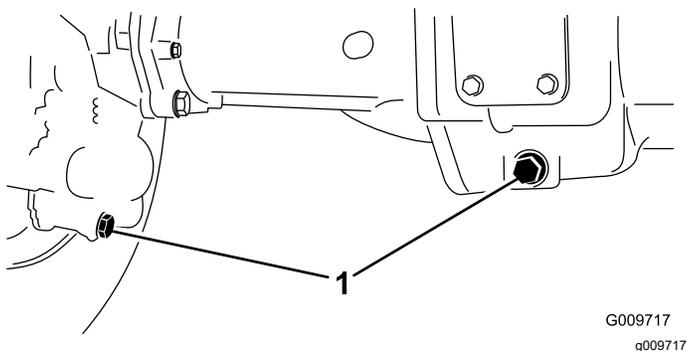

Figura 73
2. Limpe a zona em redor dos 3 tampões de escoamento, 1 em cada extremidade e 1 no centro (Figura 73).